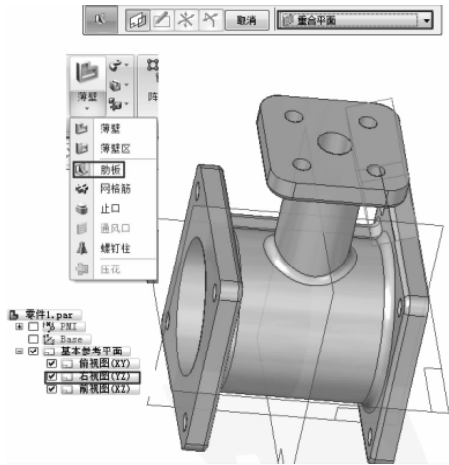

图 7-68 肋板功能
- (1) 选择【实体】功能区内的【薄壁】功能，选择下拉菜单中的【肋板】选项，如图 7-68 所示。在自动弹出的功能菜单栏中选择【重合平面】选项，选择【右视图】选项。